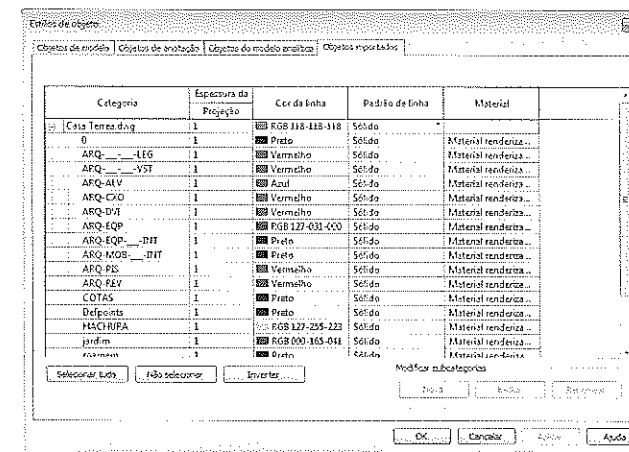

Figura 4.8 – Estilos de objeto - Objetos importados.
- **Objetos importados:** por exemplo, um arquivo DWG do AutoCAD®, que pode servir de base para o projeto, no Revit traz layers com cores definidas no AutoCAD, mas você poderá alterá-las no Revit. Veja a Figura 4.8.